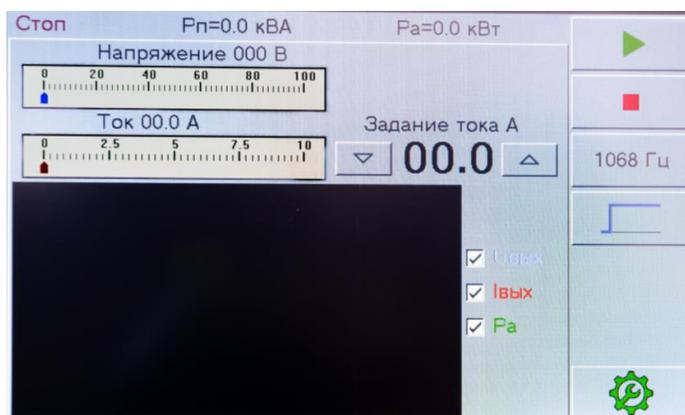

Рис. 9 Внешний вид многофункционального сенсорного табло
8.3.3 После установки всех необходимых параметров закройте текущее окно, кратковременно нажав на кнопку 13. Вновь откроется основное табло (рисунок 9).